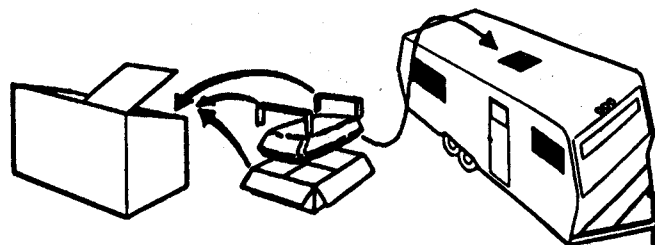

FIG. 5.A.1
- A. Déballez le climatiseur. (Fig. 5.A.1)
- B. **METTEZ L'UNITÉ EN PLACE** au-dessus de l'ouverture préparée dans le toit. **La face inclinée** du climatiseur doit être tournée vers l'arrière du véhicule. (Fig. 5.B.1)